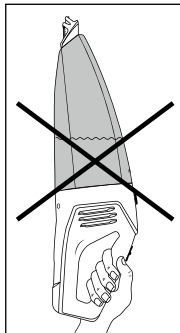

Fig. 4
- Hvis du bærer produktet vandret eller med vådmundstykket 1 opad, kan væsken løbe ud (se fig. 4 og 5):